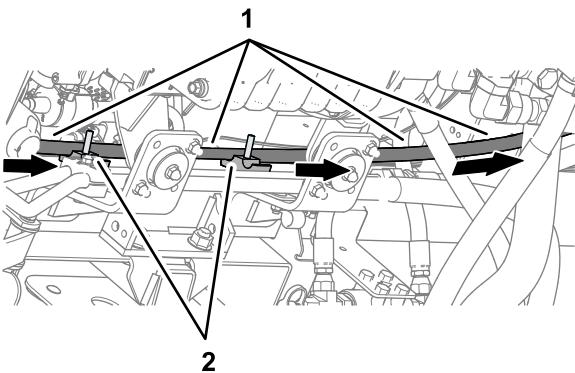

Figura 125
1. Encaminhe o tubo da bomba hidráulica 10 x 2921 mm (porta PT da válvula de direção EHI) com a união de 45° para a ranhura superior da metade da braçadeira de tubos na localização superior (Figura 125).